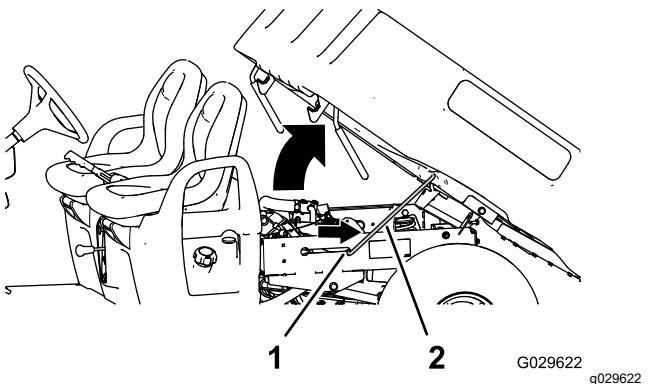

Figura 15
2. Tirate l'asta di supporto inserendola nella fessura di arresto per fissare il pianale (Figura 15).
2. Estraete l'asta di supporto dalla fessura di arresto (Figura 15).
3. Abbassate il pianale fino a quando non si fissa saldamente in posizione (Figura 15).